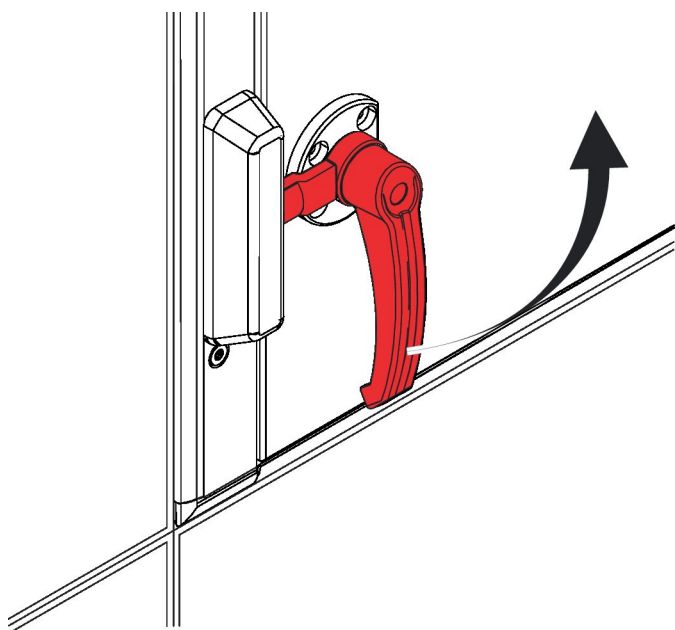

Abb. 48: Türschloss öffnen
- ▶ Den Türgriff 90° gegen den Uhrzeigersinn drehen ( Abb. 48 ).